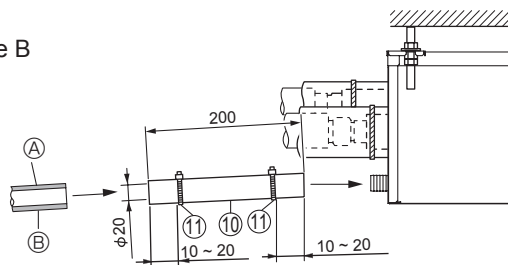

Fig. 8-1
- (1) Påfør PVC-klæbemiddel (anskaffes lokalt) på dræforbindelsen på forgreningsdåsen, og skub den fastgjorte drænslange ⑩ ind på forbindelsen, så langt den kan komme. (Fig. 8-1)
- (2) Indsæt et hårdt PVC-rør (VP-16, anskaffes lokalt) i den fastgjorte drænslange ⑩, og lim det fast. (Fig. 8-1)
- (3) Monter en rem ⑪ på den fastgjorte drænslange ⑩. (Fig. 8-1)